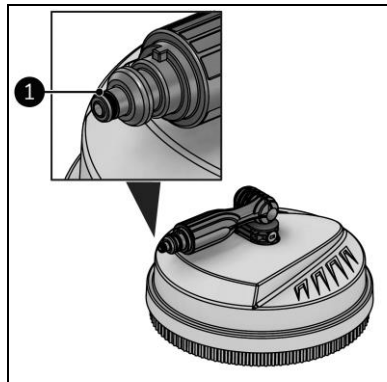

Abbildung 20
4. Tragen Sie Vaseline auf den O-Ring des Bodenreinigers (Abbildung 20, Pos. 1) auf.